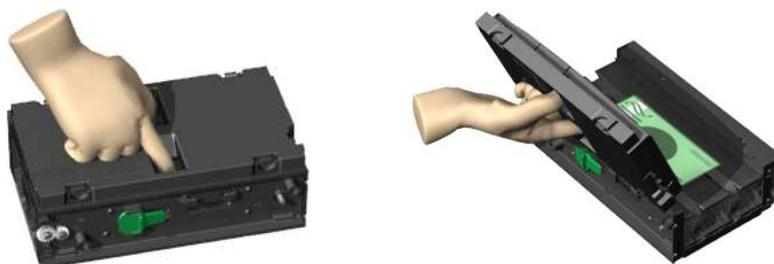

Figure 14: Ouverture couvercle d'encaissement
**Le couvercle doit s'ouvrir comme indiquée dans la figure 14 pour éviter d'endommager la nappe latérale.**